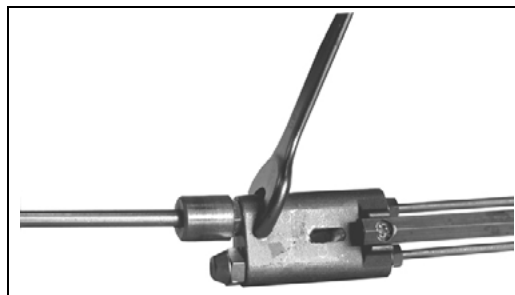

Рис. 22
- Открутить сопла, используя два ключа (на 16 и 24 мм), как указано на Рис. 22.